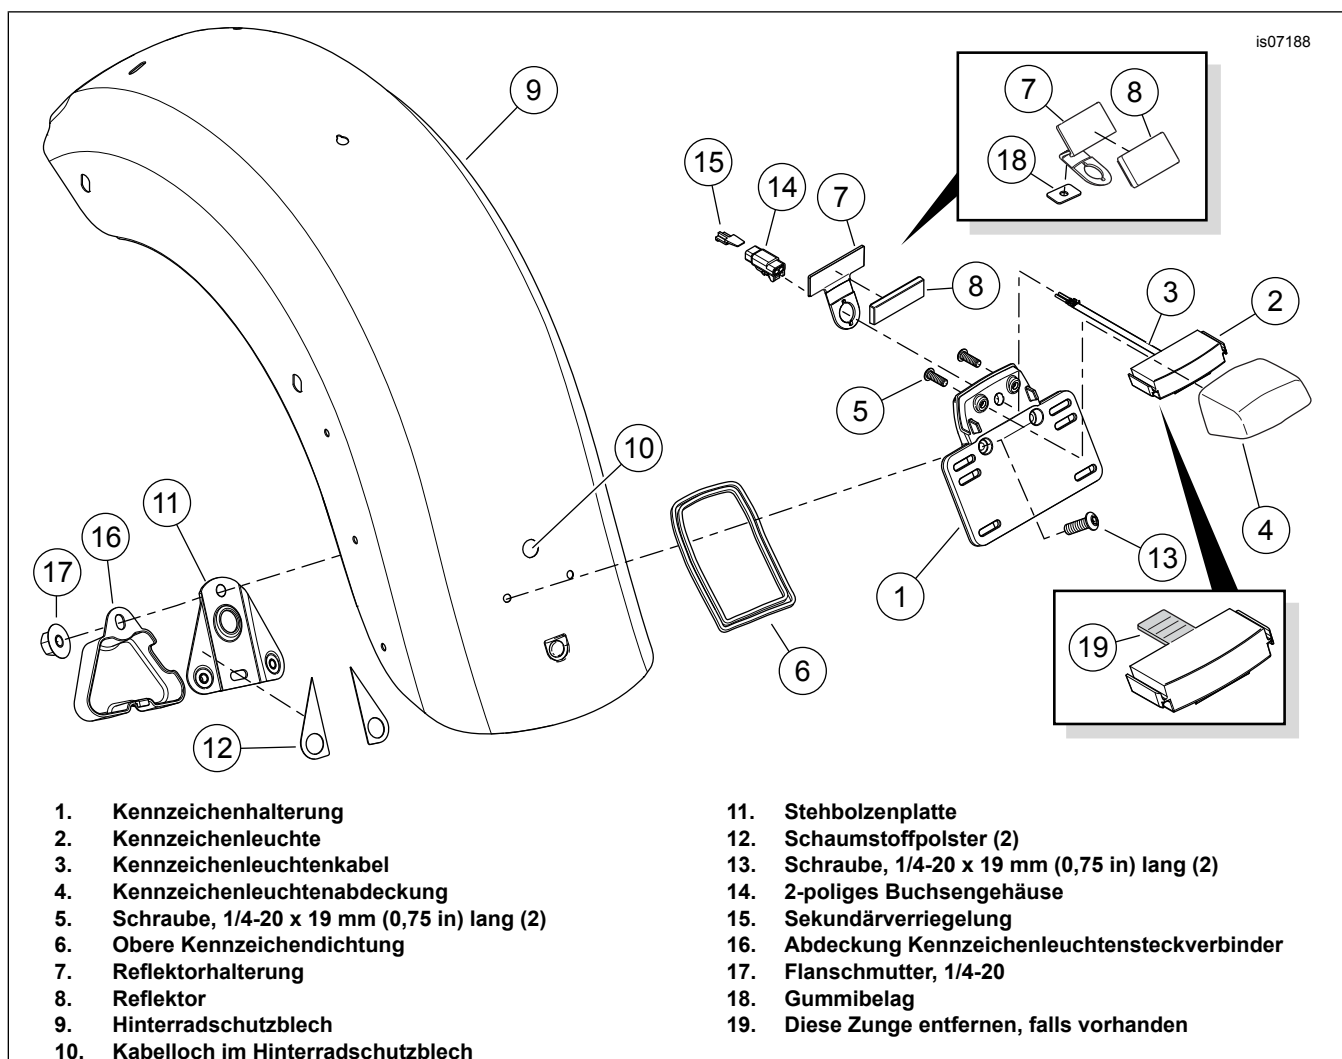

Abbildung 4. Einbau von Kennzeichenleuchte und Halterung
Einige Kennzeichenleuchten sind mit einer Zunge versehen (siehe Bildausschnitt Abbildung 4, Teil 19), die den Einbau verhindert. Die Zunge entfernen, bevor hier weitergearbeitet wird.
1. Siehe Abbildung 4. Die Kennzeichenleuchte (2) und Abdeckung (4) mit der Kennzeichenhalterung (1) zusammenbauen. Die Schrauben (5) anziehen auf 6,4–7,8 N·m (57–69 in-lbs).
2. Die Bolzenplatte (11) und zwei Schaumstoffpolster (12) aus dem Satz bereit legen. Den Schutzstreifen an einer Seite des Polsters vom Klebstoffstreifen abziehen. Das Polster behutsam auf einem Flansch der Bolzenplatte gegenüber der Seite mit den Muttern positionieren. Fest in Position drücken. Diesen Arbeitsschritt für das zweite Polster am zweiten Flansch wiederholen. Den Schutzstreifen von der freiliegenden Seite der Polster abziehen.
3. Den richtigen Reflektor (8) und die richtige Halterung (7) aus dem Satz bereitlegen. Die Schutzfolie von der Klebstoffseite des Reflektors abziehen. Die Halterung wie dargestellt einbauen.
**Bei HDI-Modellen mit Reflektorhalterung 60921-09** (siehe Abbildung 4): Den Schutzstreifen von der Klebstoffschicht des 30 x 19 x 1 mm ( x in) großen Gummibelags (18) abziehen. Das Polster auf der Rückseite der Reflektorhalterung (7), unmittelbar über dem Loch, wie dargestellt positionieren. Fest in Position drücken.
4. Die Dichtung (6) festhalten und die Leuchtenkabel (3) durch die Kennzeichenhalterung (1), Reflektorhalterung (7) und das Loch (10) im Schutzblech (9) einziehen.
5. Die Bolzenplatte (11) an der Schutzblechunterseite festhalten. Die Kennzeichenhalterung (1) mit Schrauben (13) an der Bolzenplatte befestigen. Die Schrauben sicher anziehen.
6. Die Kennzeichenleuchtenkabel gemäß den Angaben im Werkstatthandbuch in das zweipolige Buchsengehäuse (14) einsetzen. Mit der Sekundärverriegelung (15) sichern. Das zweipolige Pingehäuse am hinteren Kabelbaum an die Kennzeichenleuchtenbuchse [45B] anschließen.
7. Die Kennzeichenleuchten-Steckverbinderabdeckung (16) anbringen. Mit einer Flanschmutter (17) befestigen. Die Mutter anziehen auf 3,4–5,1 N·m (30–45 in-lbs).